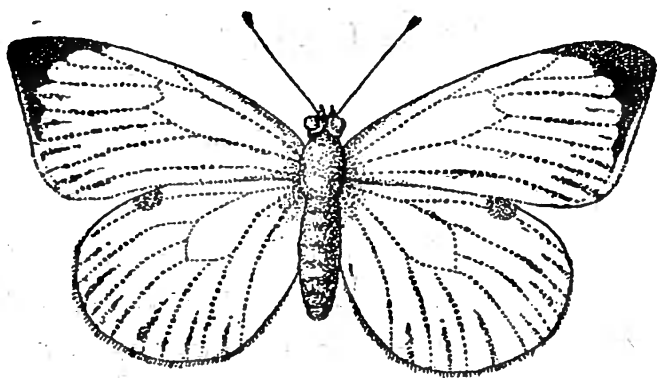

Fig. 4. — La piéride du chou.
**4. Les ailes.** — Ce sont elles surtout qui attirent l'attention. Elles sont au nombre de quatre, exactement symétriques (fig. 4). Leur couleur générale sur leur face supérieure, est jaune pâle.
**5. Le corps.** — Très léger, il est de forme allongée ; deux amincissements assez nets le divisent en trois parties que nous appellerons, comme chez la mouche, la *tête*, le *thorax* et l'*abdomen* (fig. 4).